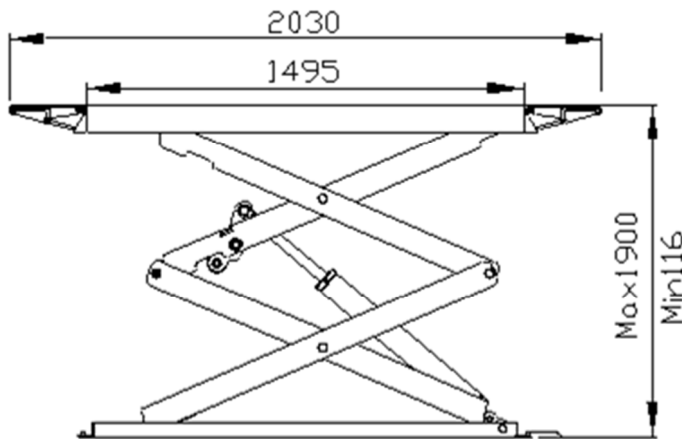

Abb. 2
**BITTE BEACHTEN!** Berücksichtigen Sie, zum Einsetzen der Brücke, die Dimensionen (Abb. 2 und 3). Die Brücke kann bis 1900 mm erhoben werden. Die Höhe des Fahrzeugs muss noch hinzugefügt werden! Stellen Sie sicher dass der Installationsplatz eine ausreichende Höhe hat! Wir bitten Sie bei Platzierung des Aufzuges eine Sicherheitszone von mindestens 1 Meter zu beachten. Markieren Sie nach Aufbau diese Sicherheitszone mit Kreide! Der schwarze Pfeil zeigt die Fahrt Richtung, halten Sie den Fahrrichtung in acht beim platzieren von den Brücke.